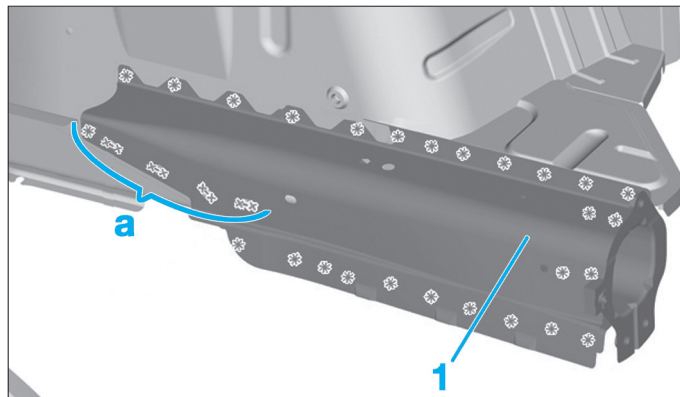

FIG. 214
- Fraiser les points de soudure (Fig.214).
- Déposer le renfort (1).